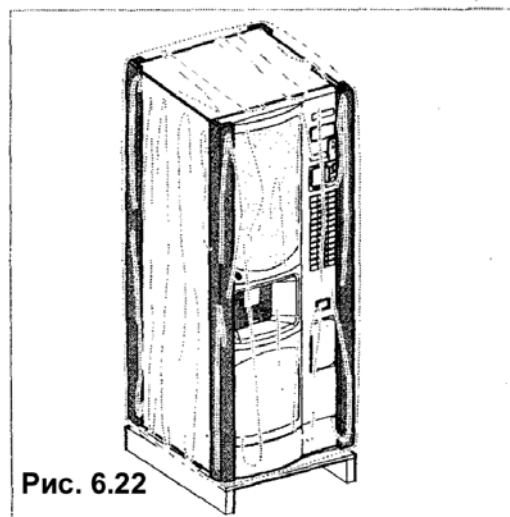

Рис. 6.22
- Защитить автомат снаружи, обернув его пластиковой пленкой или мешком (рис. 6.22).